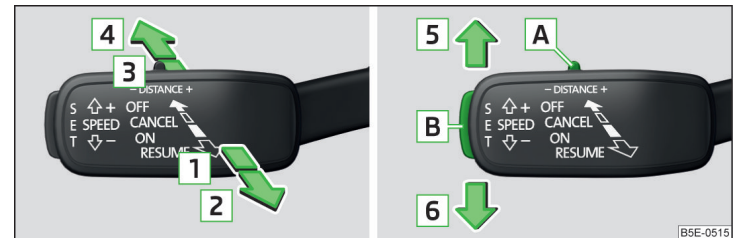

Abb. 237 Bedienungshebel
Übersicht der ACC-Funktionen, welche mit dem Hebel bedient werden » Abb. 237
- Die Taste **SET** » **Abb. 237 auf Seite 201** drücken.
- **oder:** Den Hebel in die gefederte Stellung **RESUME** » **Abb. 237 auf Seite 201** einstellen.
- Den Hebel in die gefederte Stellung **CANCEL** » **Abb. 237 auf Seite 201** einstellen.
Die gewünschte Geschwindigkeit wird mit dem Bedienungshebel eingestellt oder geändert » **Abb. 237 auf Seite 201**.
Die Abstandsstufe zum vorausfahrenden Fahrzeug kann mit dem Hebel » **Abb. 237** auf Seite 201 oder im Infotainment » **Seite 200, Einstellungen im Infotainment** eingestellt werden.
➤ Den Schalter **DISTANCE** in die gefederte Stellung – oder + einstellen » **Abb. 237** auf Seite 201.
Ein Beschleunigungsvorgang kann jederzeit durch Betätigung des Bremspedals oder den Druckpunkt **CANCEL** am Bedienungshebel » Abb. 237 auf Seite 201 abgebrochen werden.